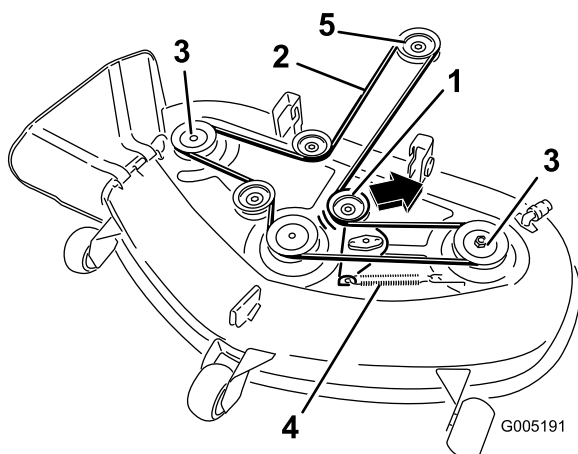

Figura 59
5. Tire de la polea tensora en el sentido que muestra la Figura 59 y retire la correa de las poleas.
6. Pase la correa nueva alrededor de las poleas del motor y del cortacésped (Figura 59).
7. Tire de la polea tensora en el sentido que muestra la Figura 59 y pase la correa por la polea tensora (Figura 59).